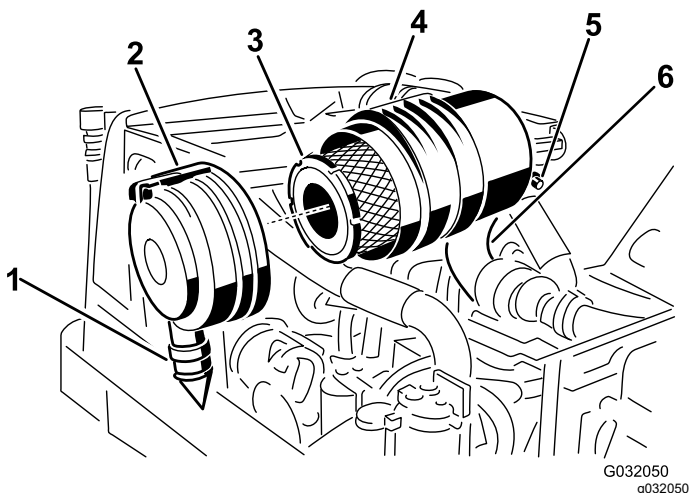

図 50
2. 主フィルタを外す 図 50。
3. 主フィルタを交換する 図 50。
7. アウトレットバルブが下向き後ろから見たとき、時計の5時と7時の間になるようにカバーを取り付けてラッチを掛ける 図 50。